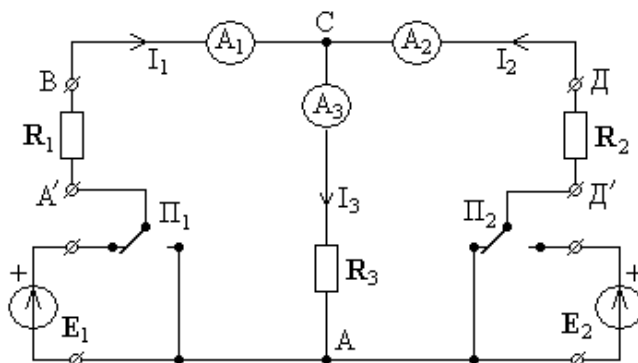

Рис.2. Принципиальная электрическая схема лабораторного макета.
Принципиальная электрическая схема лабораторной работы представлена на рис.2.
1) Собрать цепь, изображенную на рис.2, установить значения напряжений источников э.д.с. $E_1=5\text{В}$ и $E_2=10\text{В}$.
2) Измерить токи в ветвях цепи (рис.2.) используя встроенные в макет миллиамперметры для следующих режимов включения источников э.д.с.:
1) Рассчитать токи в ветвях цепи (рис.2), для режимов, когда источники э.д.с. E_1 и E_2 включены в отдельности, воспользовавшись методом расчета токов и напряжений в параллельно-последовательных цепях. Номинальные величины сопротивлений равны $R_1=330\text{ Ом}$, $R_2=130\text{ Ом}$,